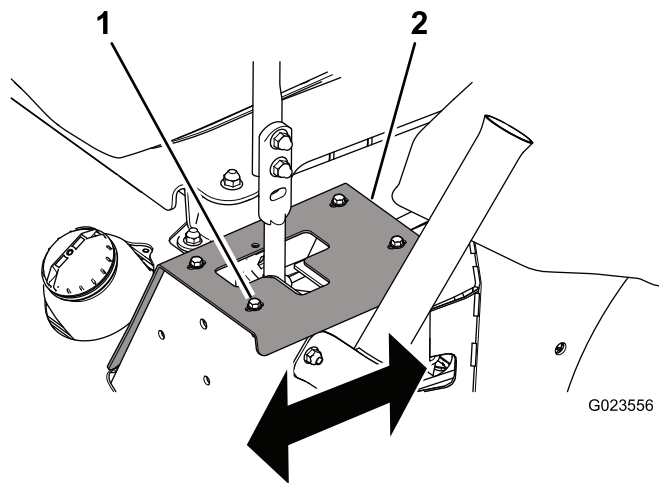

Figura 56
- Si se desvía hacia la derecha, afloje los pernos y ajuste la placa de tope izquierdo hacia atrás hasta que la máquina avance en línea recta (Figura 56).
- Si se desvía hacia la izquierda, afloje los pernos y ajuste la placa de tope derecha hacia atrás, hasta que la máquina avance en línea recta (Figura 56).
1. Perno (4)
5. Apriete los pernos para sujetar la placa de tope (Figura 56).